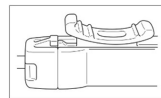

Figura 9: Cursore a contatto con il fermo distale
- o Il dispositivo è dotato di un fermo distale per il cursore della bocchetta di aspirazione. Quando il cursore raggiunge il fermo distale, lo spruzzatore di irrigazione non è ostruito ed è ancora possibile eseguire l'irrigazione (Figura 9).